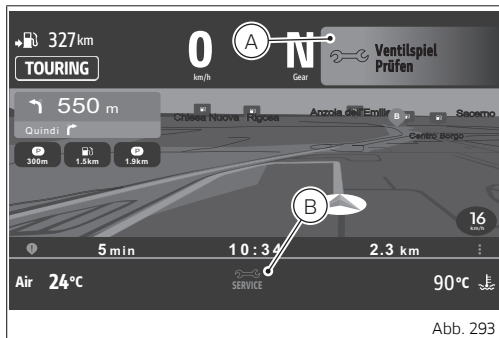

Abb. 293
S.307) und auf der Seite Ducati Connect (Abb. 293 S.308) angegeben.